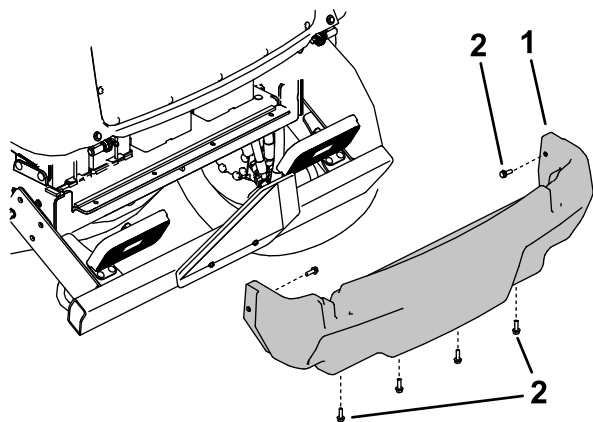

Figura 102
5. Retire los 6 tornillos con arandela prensada que sujetan la cubierta trasera al bastidor, y retire la cubierta trasera (Figura 102).
4. Instale la cubierta trasera (Figura 102).